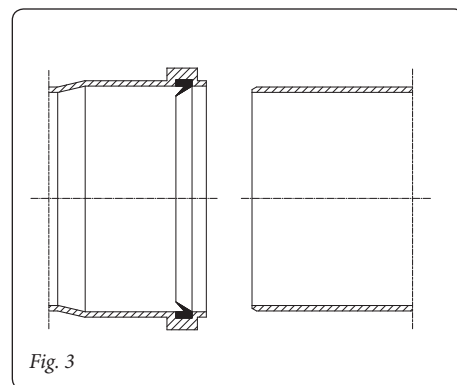

Fig. 3
- posizionare l'adattatore (3) sulla flangia pozzetti interponendo la guarnizione (1) (che non necessita di lubrificazione) posizionandola con le sporgenze circolari verso il basso a contatto con la flangia di caldaia e serrare con le 4 viti (2) presenti nel kit;
- **Posizionamento delle guarnizioni.** Prima del montaggio del sistema fumario controllare il corretto posizionamento delle guarnizioni (Fig. 3). Nel caso in cui la lubrificazione dei componenti (già effettuata dal costruttore) non fosse sufficiente, rimuovere mediante un panno asciutto il lubrificante residuo, quindi per agevolare l'innesto cospargere i particolari con il lubrificante in dotazione.